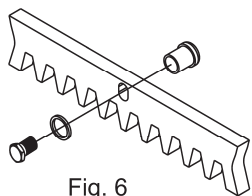

Fig. 6
5.2. 将专用螺丝上在每一条齿条上，螺丝应位于孔的上部（图6）。